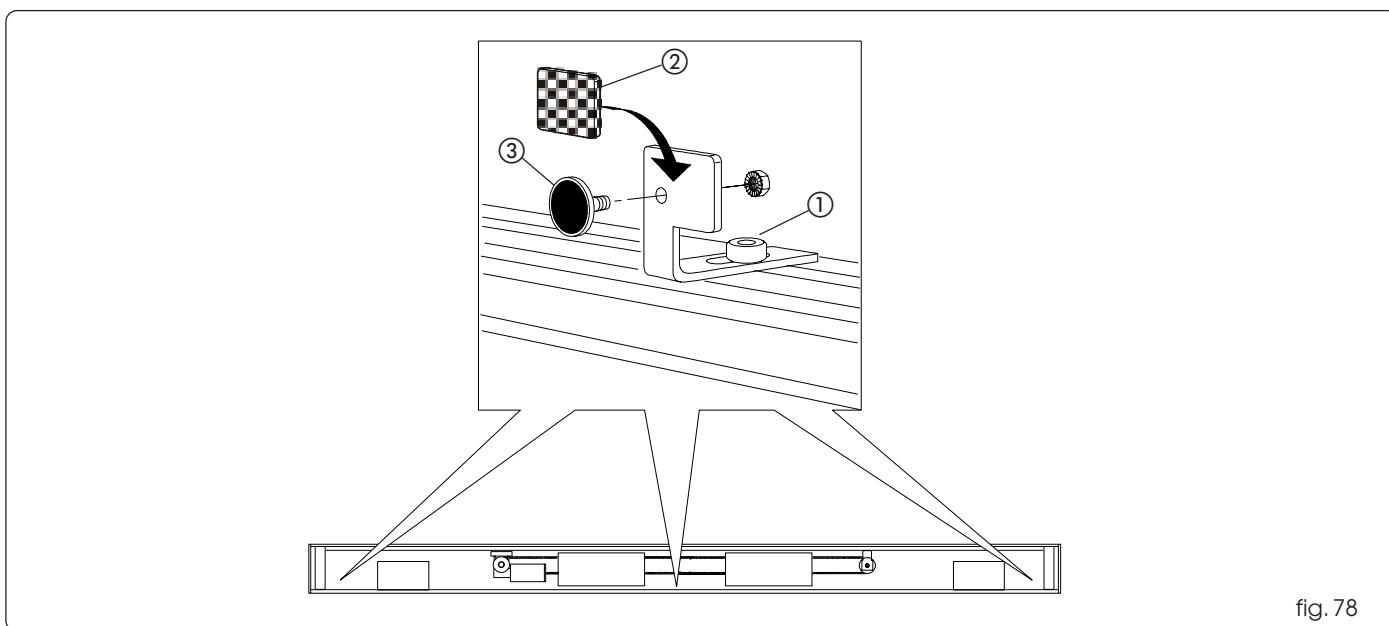

fig. 78
Monte las tres bridas de fijación del cárter utilizando los tornillos suministrados en dotación (fig. 78 ref. ①).
Si se utilizan los accesorios de fijación del cárter estándar, aplique el velcro en las bridas de fijación (fig. 78 ref. ②).
Si se utilizan los accesorios de fijación del cárter estándar, aplique los imanes en las bridas de fijación (fig. 78 ref. ③).